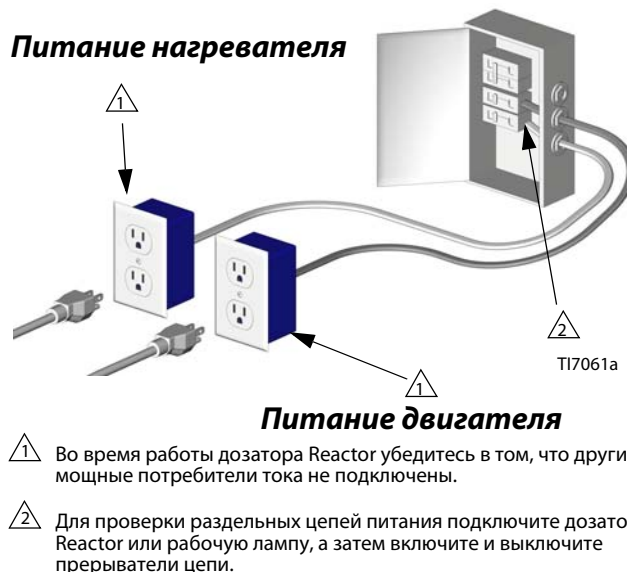

Рис. 4. Использование двух отдельных цепей
1. Подсоедините дозатор Reactor к источнику питания, соответствующему используемой модели. См. табл. 4. Шнуры питания должны быть подсоединены к двум отдельным выделенным цепям. См. Рис. 4.